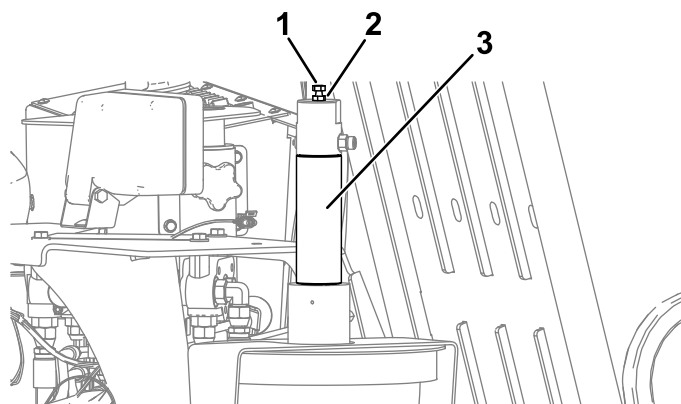

Рисунок 88
1. Ослабьте контргайку на регулировочном болте, расположенном на поршне устройства нанесения состава для резьбы (Рисунок 88).